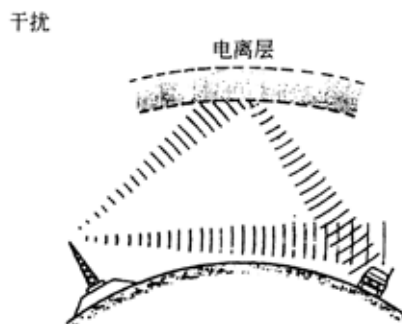

图 9-152
1) 干扰, 如图 9-152 所示。除静噪声的问题外, AM 广播还容易近收其他类型的杂音, 特别是在夜晚。这是因为夜晚电离层反射 AM 无线电波, 这些干扰电波与来自相同信号源而直接进入车辆天线的信号相互干扰, 这种类型的杂音称为“干扰”。